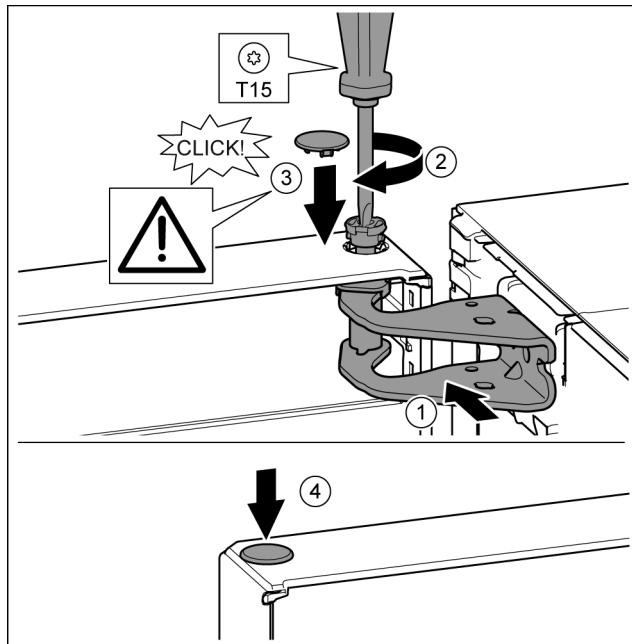

Fig. 40
- Дверь вверху выровнять по отверстию в опорном кронштейне. Fig. 40 (1)
- Вставить палец и затянуть отверткой T15. Fig. 40 (2)
- Установить предохранительную крышку для защиты двери: вставить предохранительную крышку и проверить, прилегает ли она к двери. В ином случае вставить палец полностью. Fig. 40 (3)
- Вставить заглушку. Fig. 40 (4)